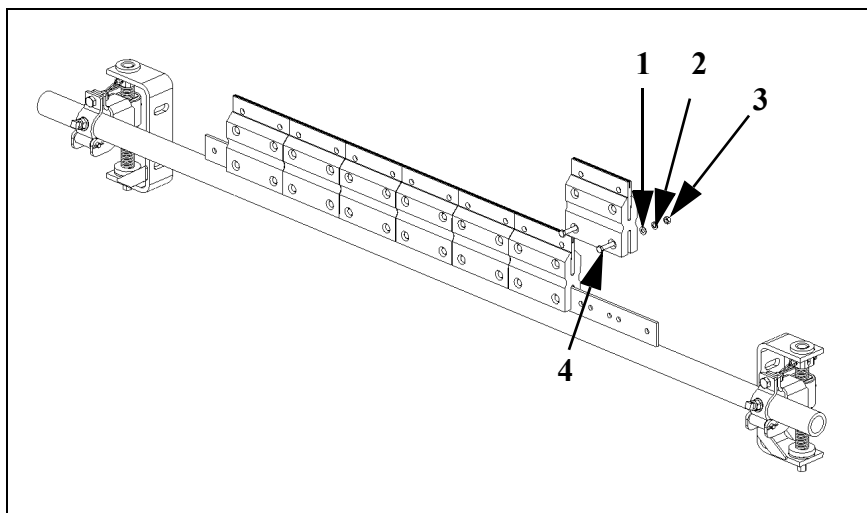

Fig. 27: Sustituir una hoja rascadora individual
2. Soltar y retirar las uniones por tornillos inferiores de la hoja rascadora correspondiente (fig. 27, 1-4).